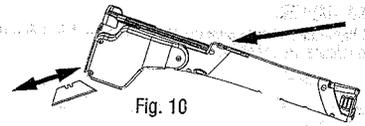

Fig. 10
- La hoja está ahora libre para ser retirada. Fig. 10